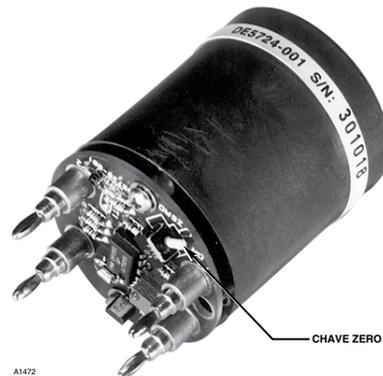

Figura 19 — Célula do sensor de O₂ eletroquímico
3. Mova a chave na célula do sensor eletroquímico para a posição “zero”. Consulte a Figura 19 para obter a localização da chave. Isso irá simular a condição “zero” ou “sem oxigênio” necessária para estabelecer um nível de calibração de saída de linha de base. Quando o visor do U9500 exibir “00”, mova a chave de volta para a posição “ligada”. Coloque a tampa do sensor de alumínio sobre a célula e reinstale.